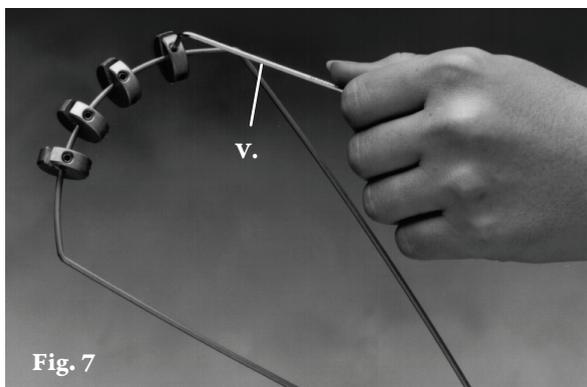

Fig. 7
- 7) Positionner les poulies à l'aide de la clé hexagonale (V.) et ajuster l'angle de traction. Tourner à droite pour serrer. Tourner à gauche pour desserrer. La courbe et l'angle de la barre de l'armature peuvent être ajustés selon le besoin (Fig.7). L'angle de l'armature peut être ajusté plus facilement en le plaçant dans un étau.